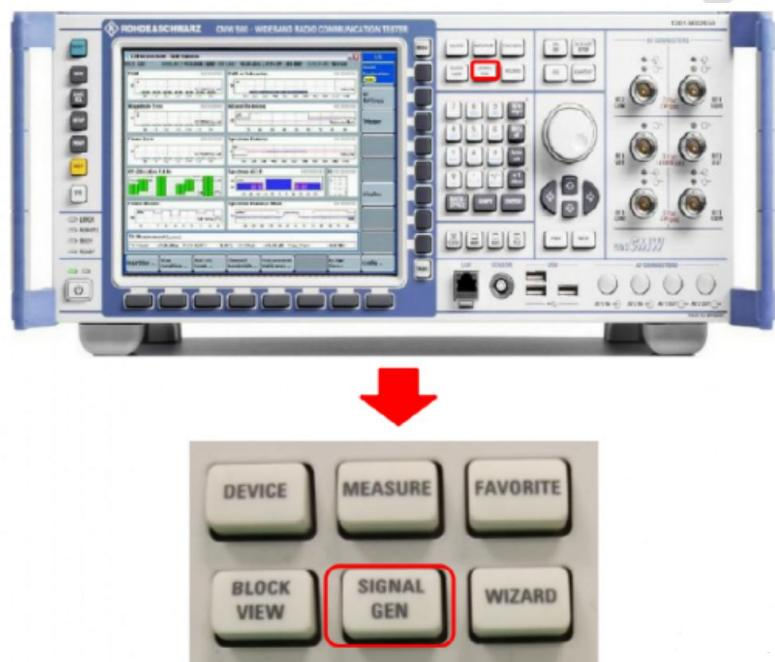

图 3-1
- 在综测仪按键区左上方找到【SIGNAL GEN】并按下此按钮，如图 3-1，可以进入到仪器的选择界面；